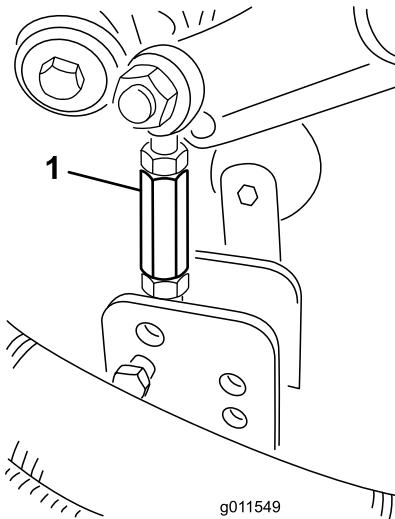

Figura 26
- Togliete le coppiglie ed i perni con testa che fissano le connessioni dell'ammortizzatore alle staffe dell'apparato di taglio (Figura 26). Allineate i fori dei tiranti di smorzamento con i fori della staffa per l'altezza di taglio desiderata sul telaio dell'apparato di taglio (Figura 27), inserite i perni con testa e montate le coppiglie.